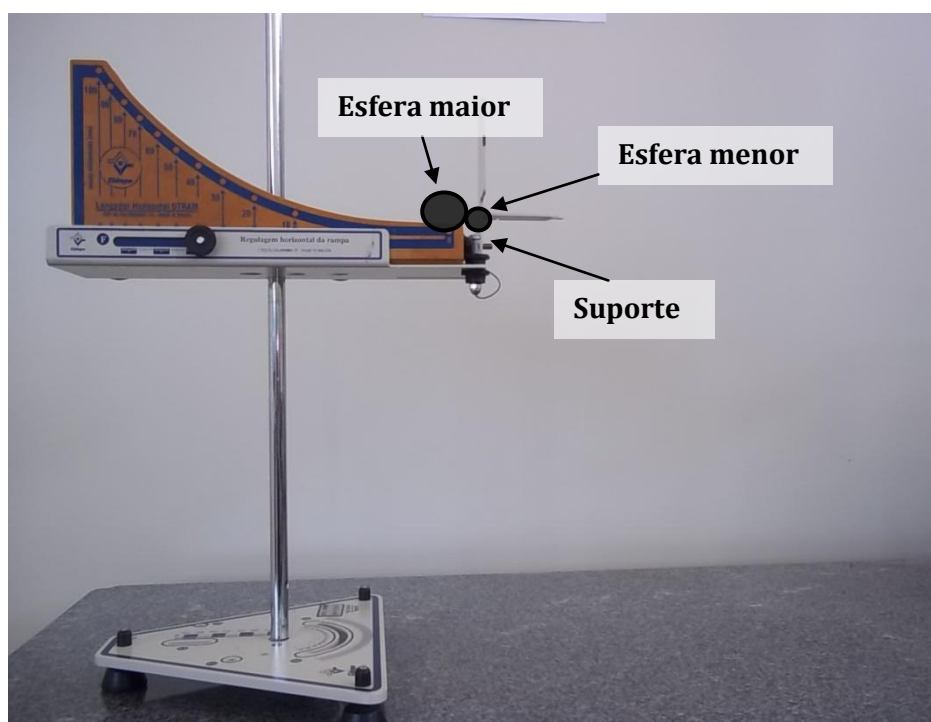

Figura 2 – Montagem experimental para o lançamento horizontal.
- Coloque a esfera menor sobre o suporte da esfera alvo e regule o sistema para a esfera metálica maior se choque frontalmente com ela ao abandonar a rampa de acordo com a Figura 2.